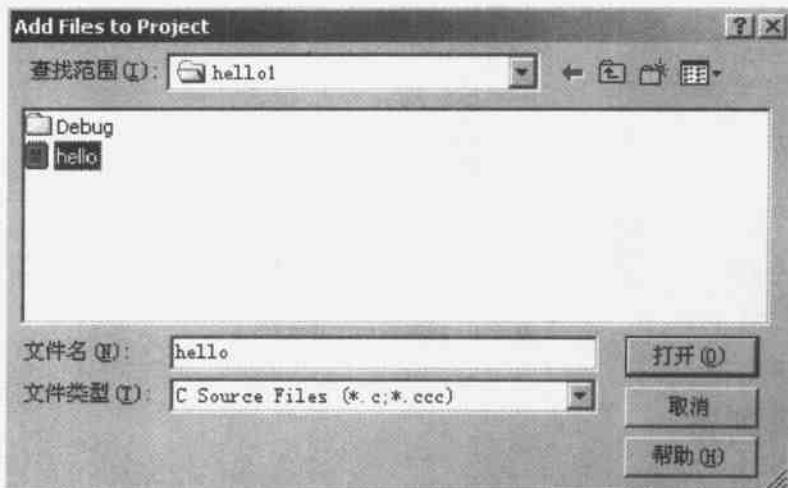

图 4.3 添加源文件
(1) 在 Project 菜单中单击 Add Files to Project... 命令,或者在工程窗口中的 hello.pjt 处右击,再单击 Add Files... 命令,打开 Add Files to Project 对话框,如图 4.3 所示。在 D:\application\ccs\myprojects 目录下找到 hello.c 文件,将其加入到工程中。